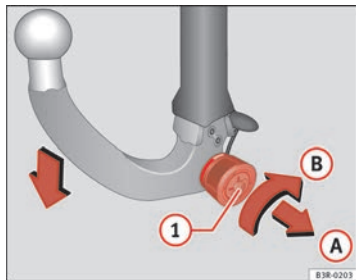
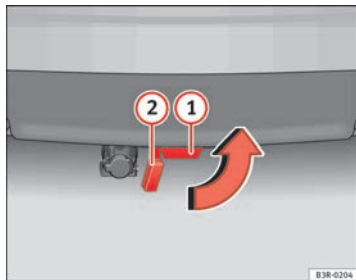

Abb. 159 Abnehmbare Anhängervorrichtung: Kugelstange abbauen
Abb. 160 Stoßfänger hinten: Verschlusspropfen einsetzen
- Stecken Sie den Schlüssel in das Schloss ① ⇒ Abb. 159 am Handrad.
- Halten Sie die Kugelstange fest und ziehen Sie das Handrad in Pfeilrichtung ① heraus.
- Drehen Sie das Handrad in gezogener Position bis zum Anschlag in Pfeilrichtung ②.
- Ziehen Sie die Kugelstange nach unten aus dem Aufnahmebohrer ① ⇒ Abb. 160 heraus. Dabei wird der Aufnahmebohrer durch die Verschlussklappe ② automatisch verschlossen.